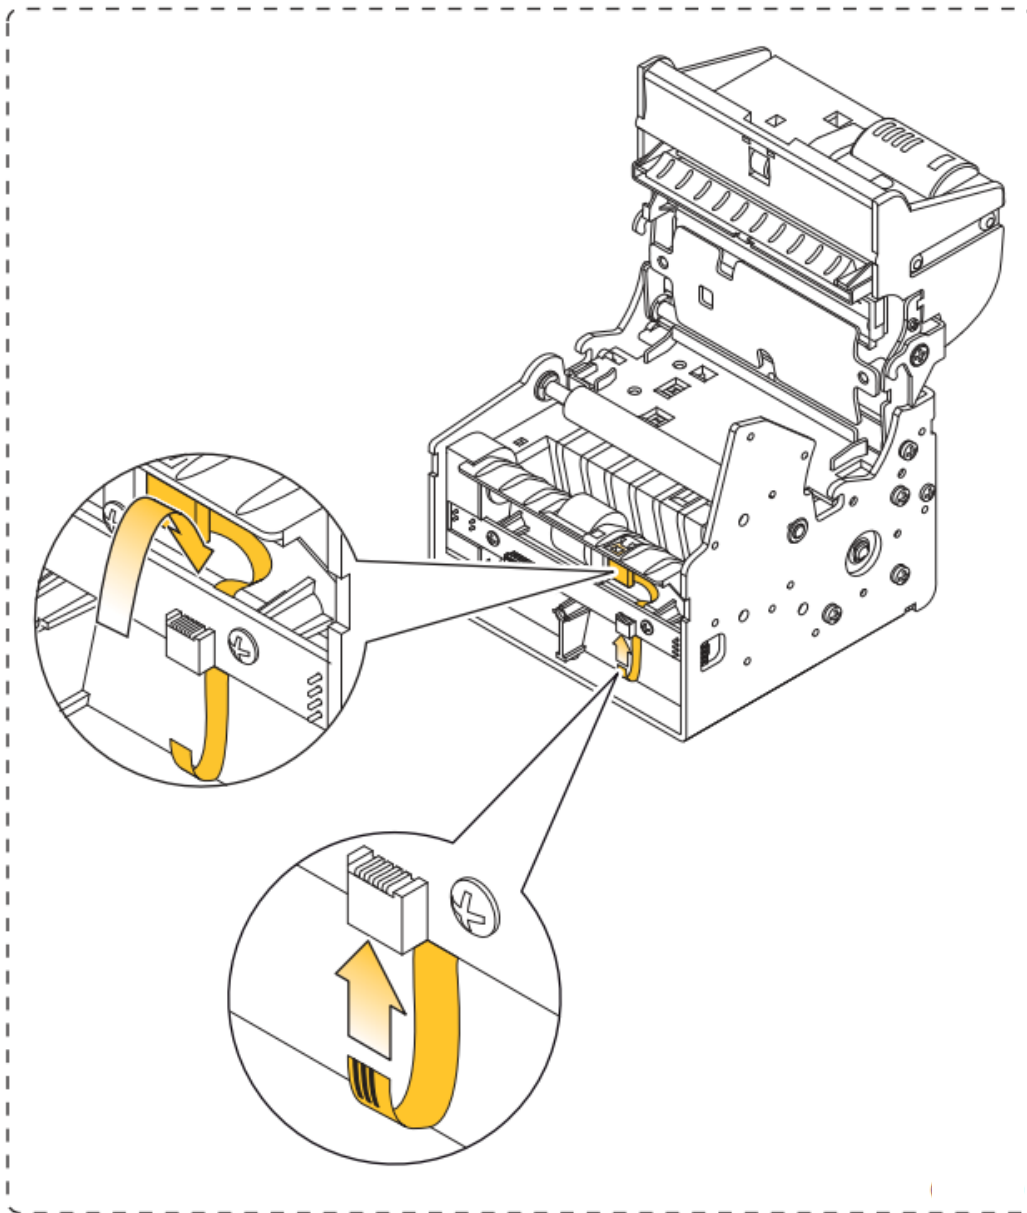

Рисунок 5.16 - Присоединение штатива с пластиной индикатора наличия бумаги
- пропустить гибкий кабель индикатора наличия бумаги позади платы датчиков выхода ленты (Рисунок 5.16);
- вставить гибкий кабель индикатора наличия бумаги контактами наружу, как показано на рисунке (Рисунок 5.16).